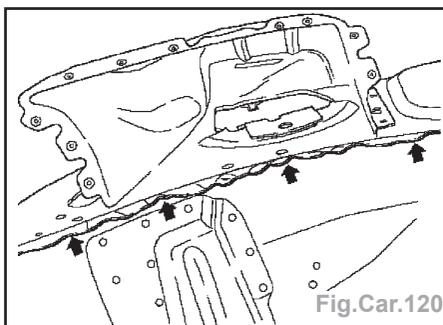

Fig.Car.120
- Mettre verticalement la bride dans la zone du renfort du panneau latéral intérieur (Fig.Car.120).